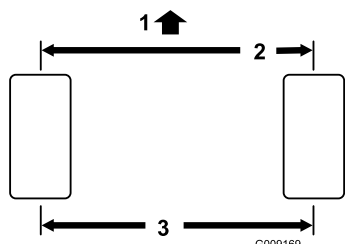

Figure 47
1. Mesurez l'entraxe (à hauteur d'essieu) à l'avant et à l'arrière des roues directrices. Le pincement à l'avant doit être inférieur de 3 mm au pincement à l'arrière (Figure 47).